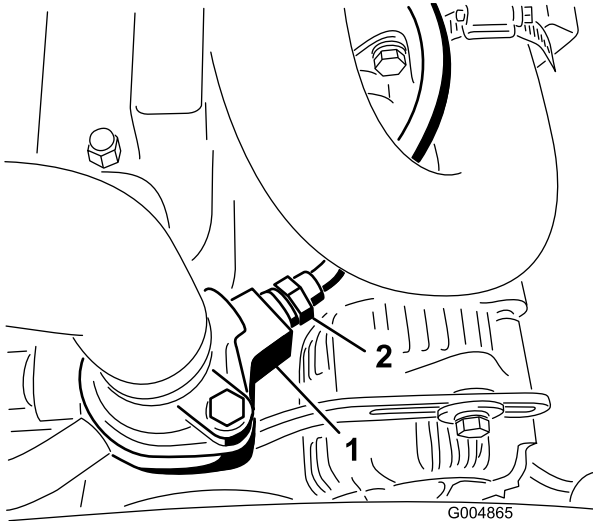

Figura 17
- Desconecte el cable y retire el interruptor del lado derecho del alojamiento del termostato del motor (Figura 17).